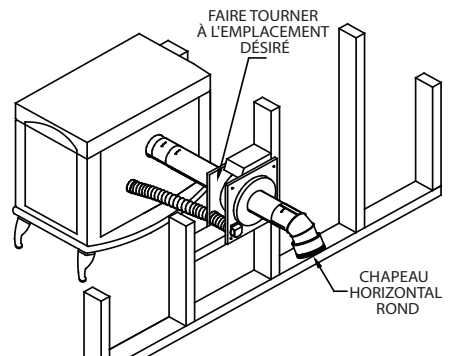

Figure 13
la pluie en la faisant dévier. Si vous souhaitez pivoter la bague pour placer l'entrée d'air vis-à-vis un autre coin, retirer les deux (2) vis du couvercle de protection de l'entrée d'air et fixer à nouveau au nouvel emplacement de l'entrée d'air. Fixer la moitié intérieure noire de la bague murale au mur intérieur et la moitié extérieure non peinte doit être fixée au mur extérieur sur les deux types de coupe feu (**Figure 13**). Les coupe feu murales s'ajustent à des murs de 10 cm à 20 cm (4 po à 8 po) d'épaisseur. Pour une installation dans des murs plus épais, une rallonge de tuyau doit être fabriquée par l'installateur.
5. SI LA SORTIE DU CONDUIT DE FUMÉE EST À L'ARRIÈRE DU POÊLE ET QU'UNE INSTALLATION HORIZONTALE À TRAVERS LE MUR EST SOUHAITÉE (Figure 13**) :**